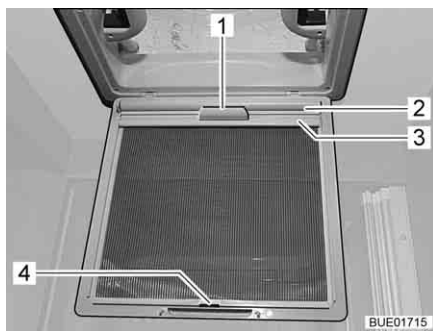

Fig. 21 Oscurante a rullo
- Tirare l'oscurante a rullo (Fig. 21,2) utilizzando la maniglia (Fig. 21,1) e agganciare il listello di supporto (Fig. 21,3) ai ganci (Fig. 21,4) sulla protezione contro gli insetti.
- Staccare il listello di supporto (Fig. 21,3) dai ganci (Fig. 21,4) e ricondurre lentamente l'oscurante a rullo (Fig. 21,2) utilizzando la maniglia (Fig. 21,1).